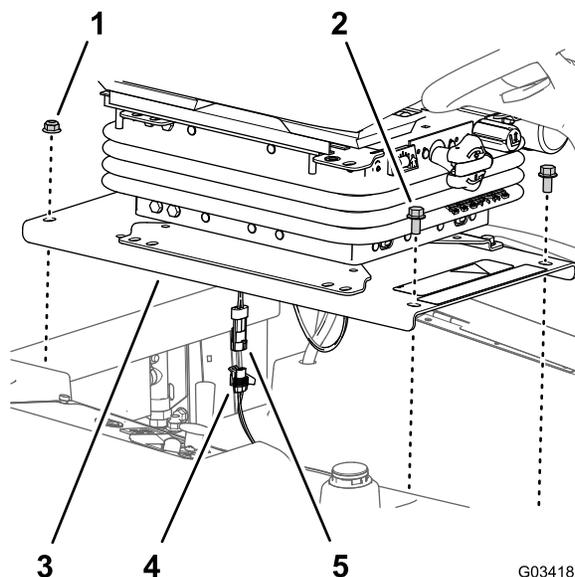

Figura 38
1. Retire los 2 pernos con arandela prensada (3/8" x 3/4") que sujetan la parte delantera de la chapa del asiento al chasis de la máquina (Figura 38).
2. Retire las 2 contratuercas con arandela prensada (3/8") que sujetan la parte trasera de la chapa del asiento al chasis de la máquina (Figura 38).
4. Desconecte el conector de 2 pines del arnés del interruptor de presencia del operador del conector hembra de 2 vías del arnés de cables de la máquina (Figura 38).
2. Conecte el conector de 2 pines del arnés del interruptor de presencia del operador al conector hembra de 2 vías del arnés de cables de la máquina; consulte Figura 38 de Retirada del asiento y la chapa del asiento \(página 40\).
3. Alinee los taladros traseros de la placa del asiento (Figura 38 de Retirada del asiento y la chapa del asiento \(página 40\)) con los 2 pernos de cuello cuadrado (3/8" x 1") del canal del radiador.
4. Monte la placa del asiento (Figura 38) en los pernos de cuello cuadrado con las 2 contratueras con arandela prensada (3/8") que retiró en el paso 2 de Retirada del asiento y la chapa del asiento \(página 40\).
5. Alinee los taladros delanteros de la chapa del asiento (Figura 38) con las roscas de las varillas del depósito.
6. Monte la chapa del asiento (Figura 38) en las varillas del depósito con los 2 pernos con arandela prensada (3/8" x 3/4") que retiró en el paso 1 de Retirada del asiento y la chapa del asiento \(página 40\).